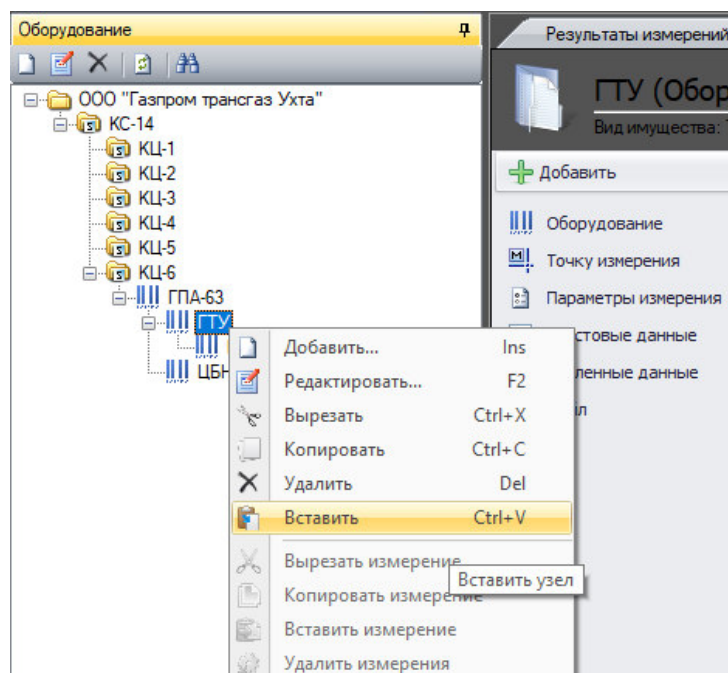

Рисунок 3.6.14
- выделить элемент оборудования (см. Рисунок 3.6.14), в который необходимо скопировать узел, вызвать контекстное меню и выбрать пункт «Вставить»;